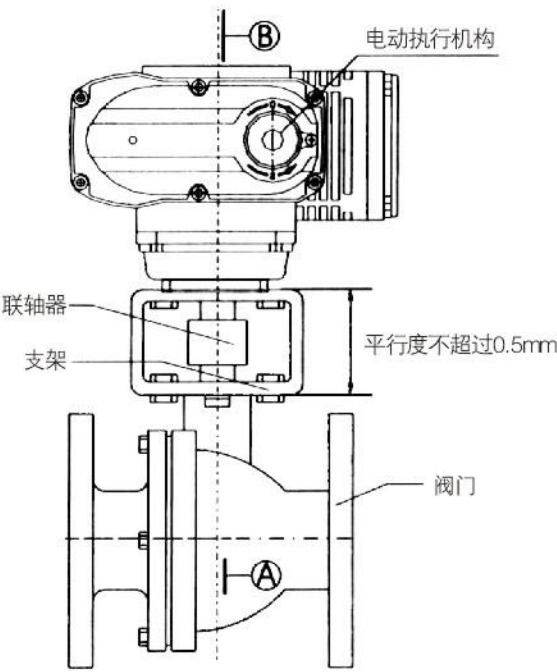

图15
- 支架、联轴器应由专业机构技术人员设计加工并应符合(图15)的标注要求。